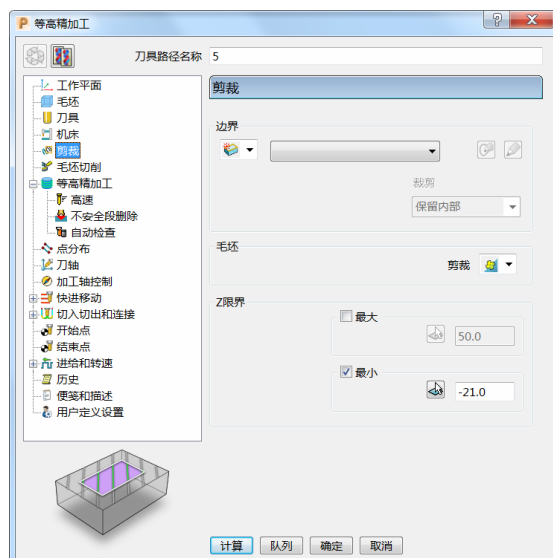

图 4-42
4) 剪裁：设定 Z 限界最小值为“-21.0”。(图 4-42)